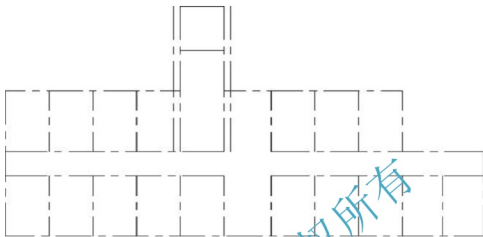

图 2.34 偏移生成⑭和⑮轴线
(1) 执行【偏移】命令(快捷键 O), 将⑤轴线向左偏移 600mm, ⑥轴线向右偏移 600mm, 形成⑭和⑮轴线, 结果如图 2.34 所示。